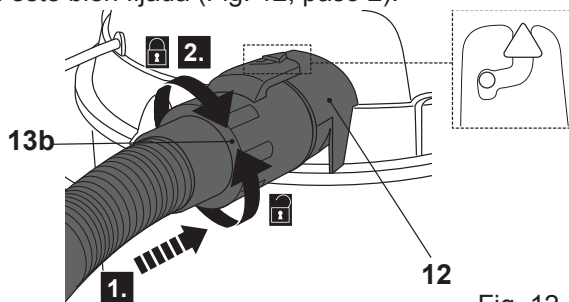

Fig. 12
- > Alinee la flecha que hay en el conector del tubo (13b) con la lengüeta de la apertura exterior de la salida de aire (12) y deslice el conector del tubo en la apertura exterior de la salida de aire (Fig. 12, paso 1).
- > Gire el conector del tubo (13b) en el sentido de las agujas del reloj y compruebe que la conexión esté bien fijada (Fig. 12, paso 2).